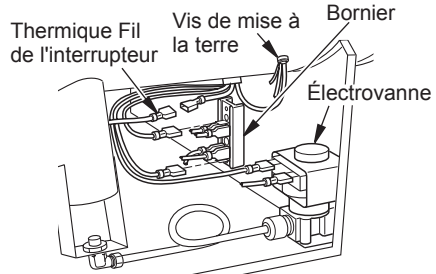

Figure 5 - Emplacement des fils du moteur
21. Connectez les fils du moteur comme ce qui suit (voir figure 5, page 7):